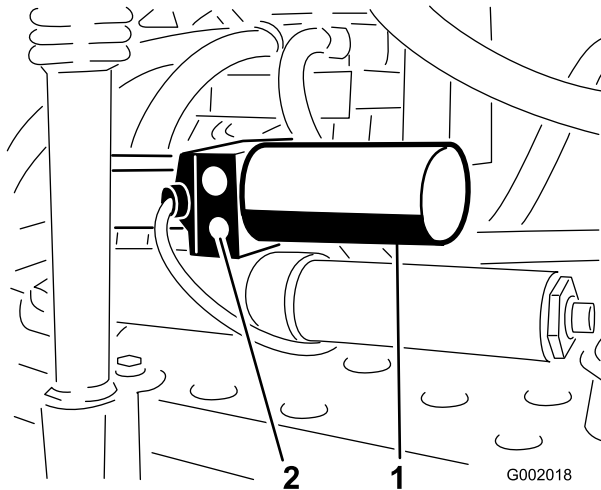

Figura 53
1. Localice la válvula de alivio manual en el actuador de cada brazo. La válvula de alivio manual es la válvula más pequeña, y se encuentra solamente en un lado del cuerpo del actuador (Figura 53).